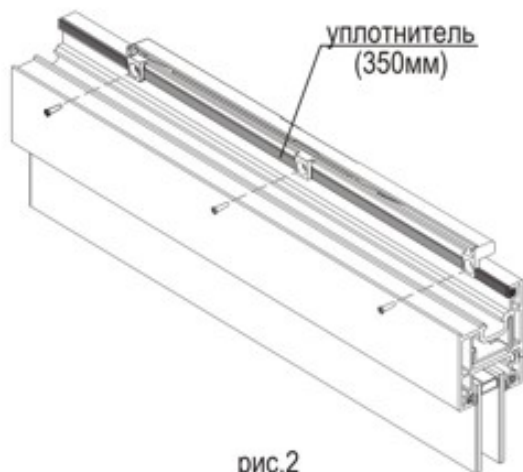

рис.2
3. Снять защитную пленку с уплотнителя на клапане. Закрепить клапан саморезами согласно рис.2.